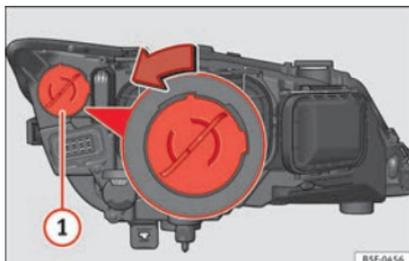

Abb. 104 Tagfahrleuchte.
- Drehen Sie den Lampenträger » **Abb. 104** ① nach links und ziehen Sie.